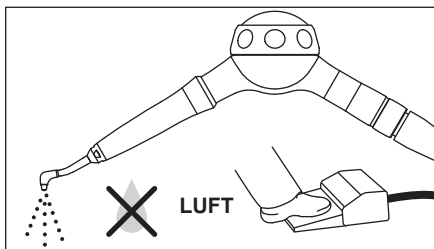

Fig. 6
- 2) Kjør instrumentet på tomgang kun med luft for at dysen skal slippe ut vann og pulver (Fig. 6)